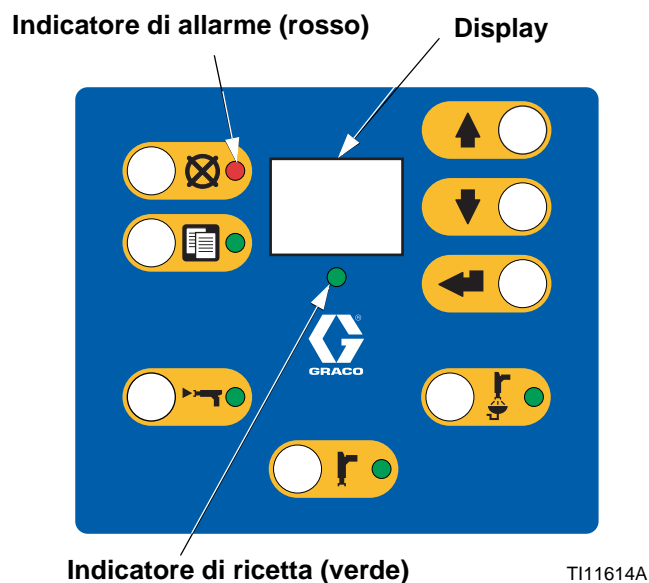

Fig. 81 Controllo cabina
- Il controllo cabina mostra un allarme con codice E, da E-1 a E-28. Vedere FIG. 81.